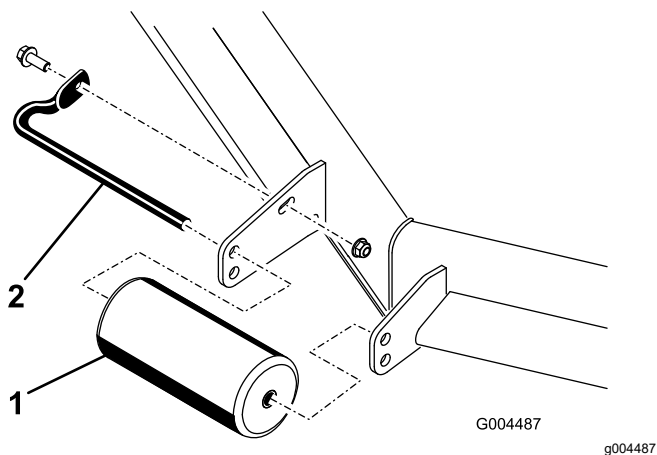
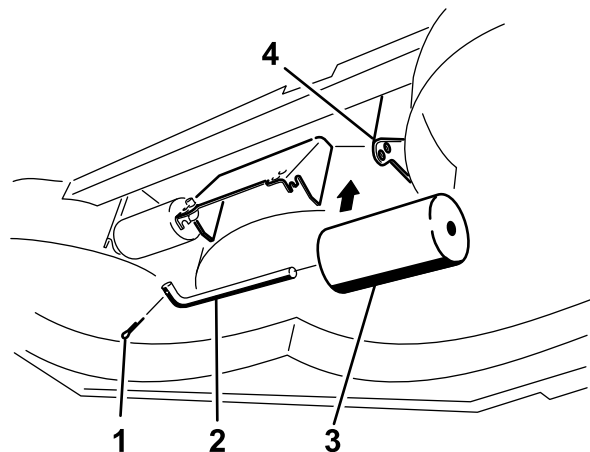

Figura 12
Figura 16
4. Retire os dispositivos de fixação que fixam cada rolo na plataforma da unidade de corte e desloque os rolos para cima ou para baixo conforme desejado; consulte Figura 12 a Figura 16 conforme se aplique à sua unidade de corte.